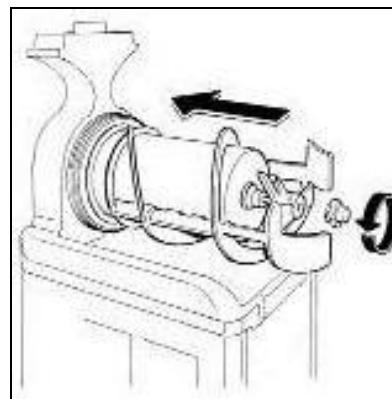

Fig. 22
- Fissare tutti i componenti avvitando il pomello in senso antiorario (fig.22).